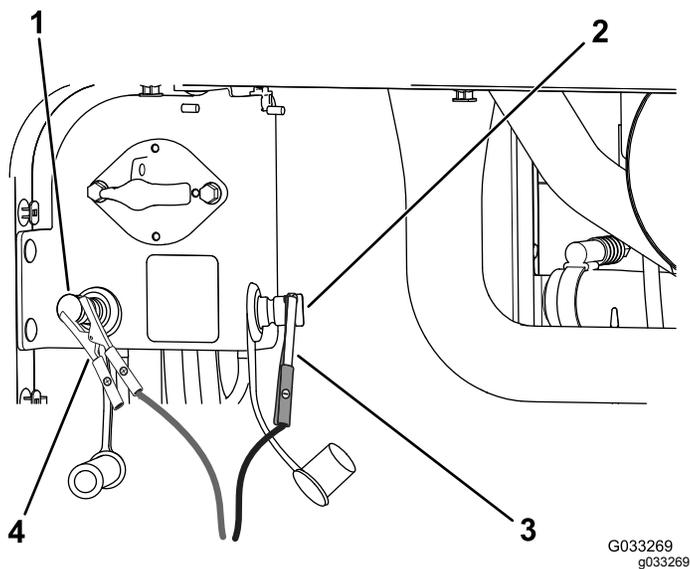

Figure 105
4. Connectez le câble positif du chargeur de batterie à la borne positive de la batterie déchargée (Figure 105).
5. Branchez le câble négatif du chargeur de batterie à la borne négative de la batterie déchargée (Figure 105).
7. Quand les batteries sont chargées au maximum, débranchez le chargeur de la source électrique, puis débranchez les fils du chargeur des bornes de la batterie déchargée (Figure 105).